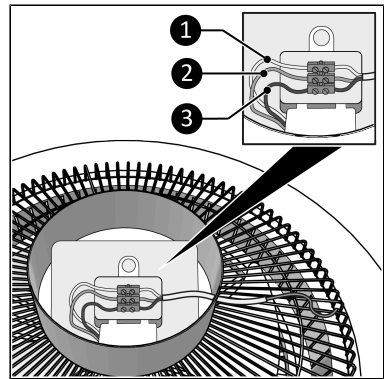

Figure 61.
- Fil marron : phase (Figure 61, pos. 3) ;
- Fil jaune et vert : terre (Figure 61, pos. 2) ;
- Fil bleu : neutre (Figure 61, pos. 1).